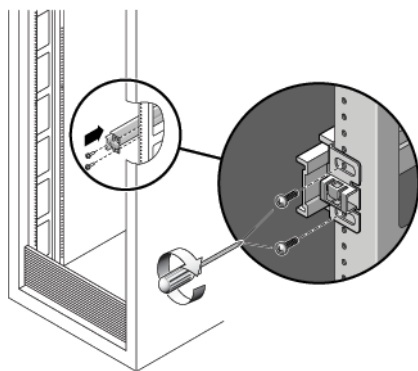

図 2-2 ラックポストへのスライドレール部品の取り付け
1. 図 2-2 に示すように、スライドレール部品の両端の留め具が正面および背面のラックポストの外側に位置するように、スライドレール部品をラックに配置します。